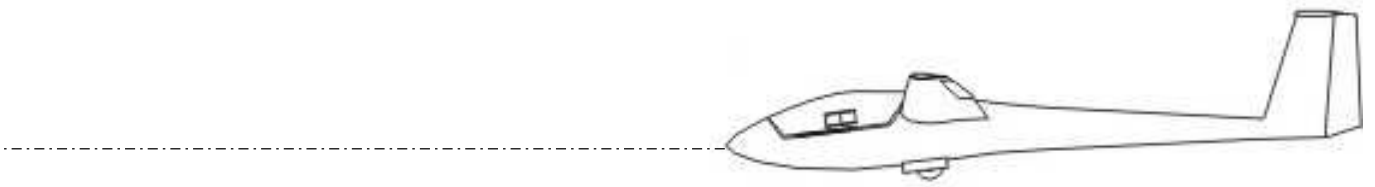

FIG. 3 – Planeur en vol horizontal (le trait d'axe est horizontal) dans de l'air chaud qui monte.
1) Après avoir représenté à l'échelle sur la FIG. 3 les vitesses v_1 et v_2 , représentez et calculez la vitesse V_∞ de l'air par rapport à l'avion.
Sur la FIG. 3, représentez clairement toutes les forces exercées sur le planeur.